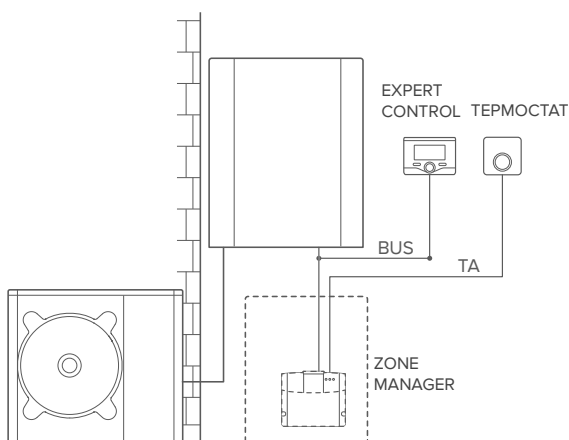

рис.5
- Конечная ситуация (рис. 5)
Активация служб ТД и ТК в системе с 2 гидравлическими контурами (встроенный или внешний диспетчер контура), управление которой осуществляют устройства, подключенные по шине, или устройства релейного типа (рис. 5)